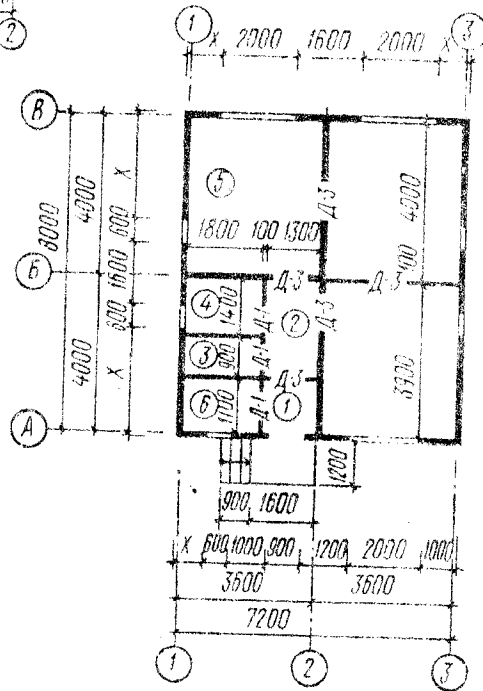

Рис. 20
- Вариант 20. Капитальные стены из шлакобетона. Толщина наружных стен 500 мм, привязка 350-150 мм. Внутренние стены толщиной 300 мм, привязка центральная. Оконные и дверные проемы без четвертей. Высота ограждений лестниц и крыши 900 мм. Ширина лестничного марша 1300 мм (рис. 20).